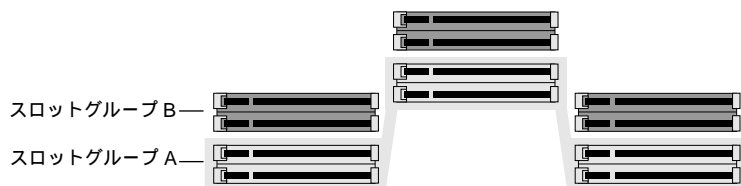

図 3-2 DIMM スロットグループの確認
5. DIMM スロットグループを確認します (図 3-2)。スロットグループ A は 12 個のスロットのうち下側半分の 6 スロットで構成されています。同様に、スロットグループ B は上側半分の 6 スロットで構成されています。